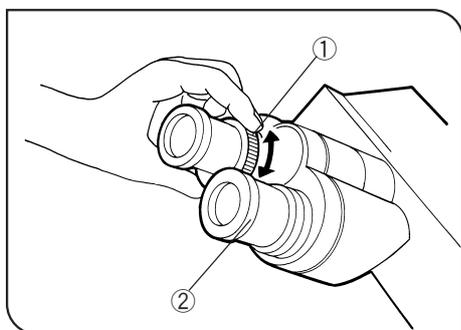

図 22
#### 2 視度調整 (図22,23)
- 2) 視度調整環のある側の眼で接眼レンズを覗き、視度調整環①のみを回して標本にピントを合わせます。(図22)
- 1) 右眼で右側の接眼レンズを覗き、視野内の二重十字線がはっきり2本に見えるように、接眼上部②を回します。(図22,23)
- 3) 左眼で左側接眼レンズを覗き、視度調整環①を回して標本にピントを合わせます。